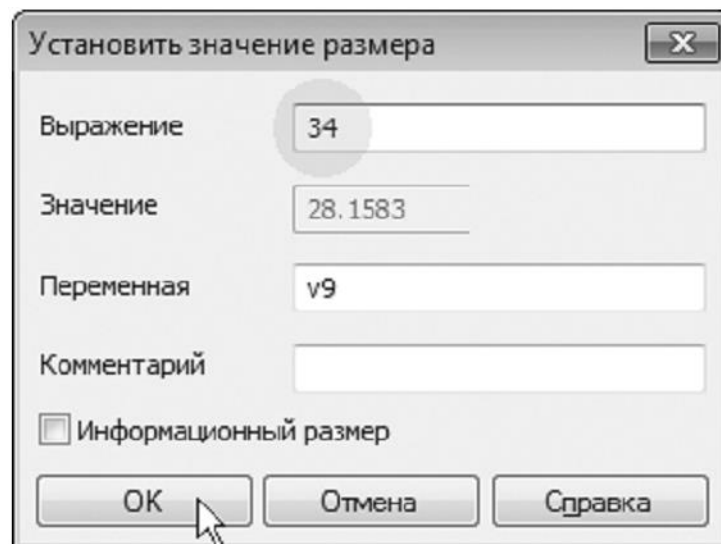

Рисунок 11.
21. В поле **Выражение** диалогового окна **Установить значение** размера введите значение 34.0 мм и нажмите кнопку **ОК** (рис. 11).